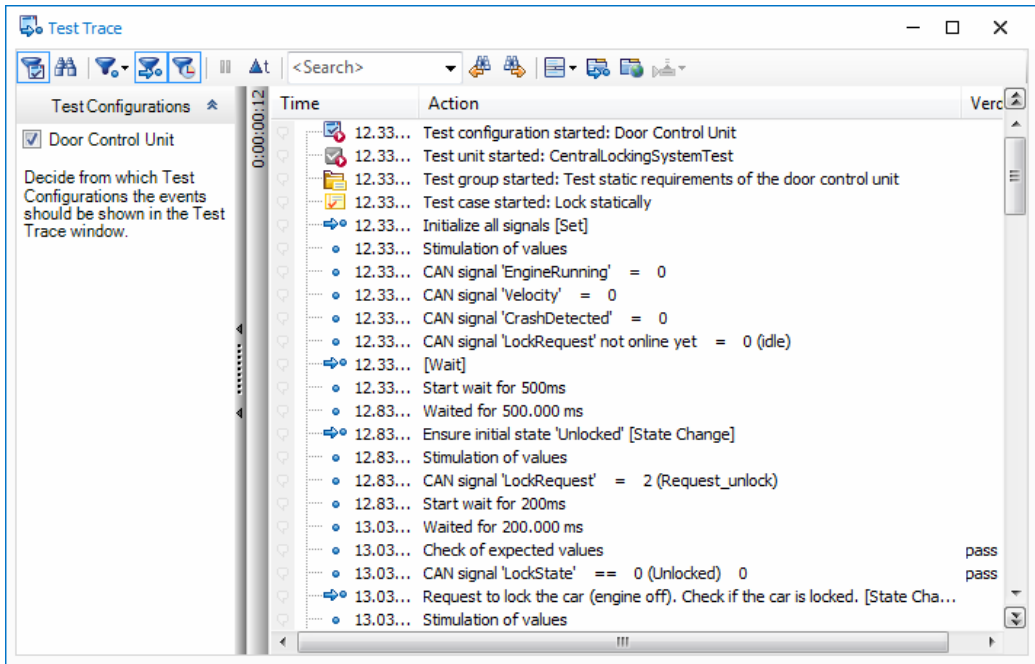

图 3.18 Test Trace 窗口
(2) Test Trace（测试追踪）窗口：主要用于观察和分析单个或多个测试运行。执行过程中，所有执行的动作都被直接显示在这个窗口中，如图 3.18 所示。